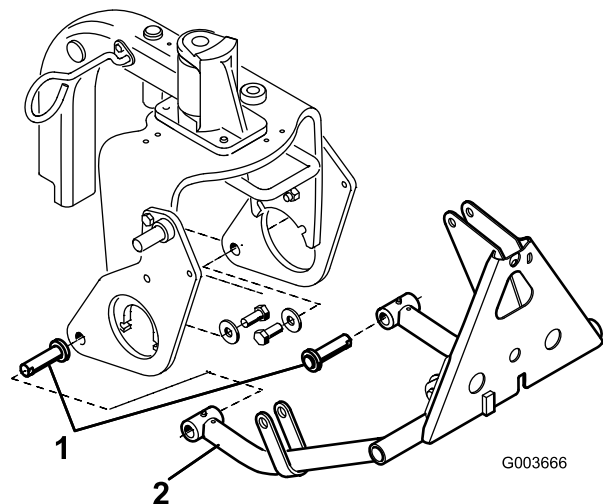

図 8
3. 各プッシュ・アームのチューブにシリンダ・ピンを通す (図 8)。
4. 左右のプラウ・プレートに、プッシュ・アームのチューブをかぶせ、シリンダ・ピンのガイドにプラウ・プレートの穴を合わせる (図 8)。
5. 図 8を参照して、それぞれのプラウ・プレートにシリンダをボルト (5/8 x 1-1/2 in) とワッシャ (内径 1.68 in x 外径 0.65 in.) で固定する。ナットを 21kg.m にトルク締めする。